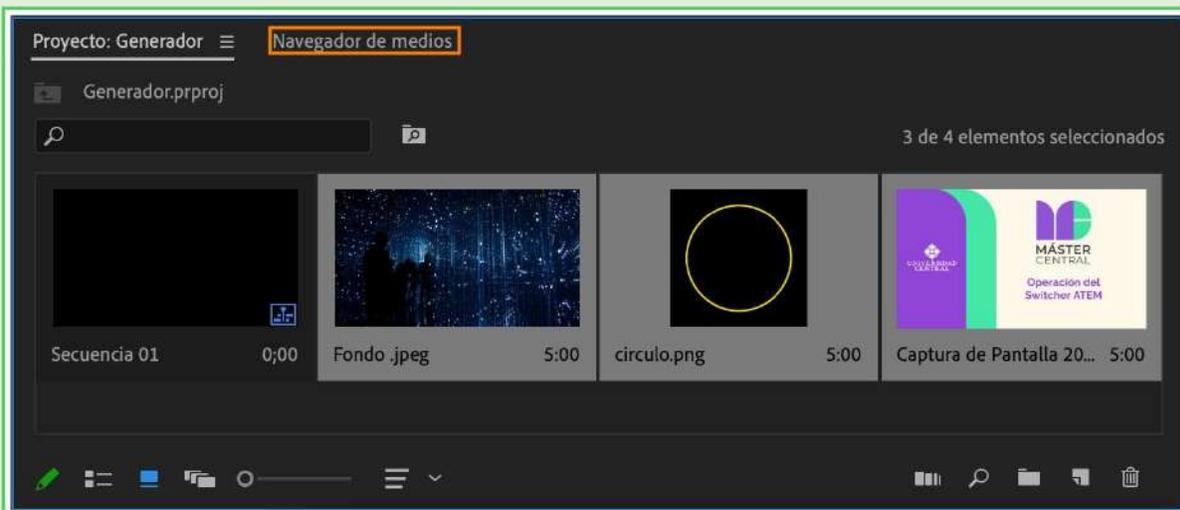

Imagen 47. Archivos importados en el software.
4. Después de dar clic en “Importar”, todos los archivos se cargan en la subventana “Navegador de medios” (imagen 47).